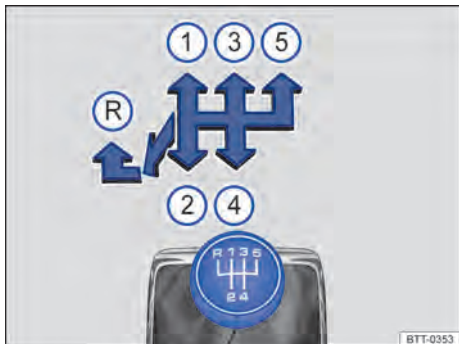

Fig. 95 Esquema de troca de marchas da transmissão manual de 5 marchas.
As posições de cada uma das marchas estão representadas na alavanca de troca de marcha → Fig. 95.
- Empurrar a alavanca de troca de marcha totalmente para a esquerda e depois para frente até a posição da marcha a ré → Fig. 95 (R).